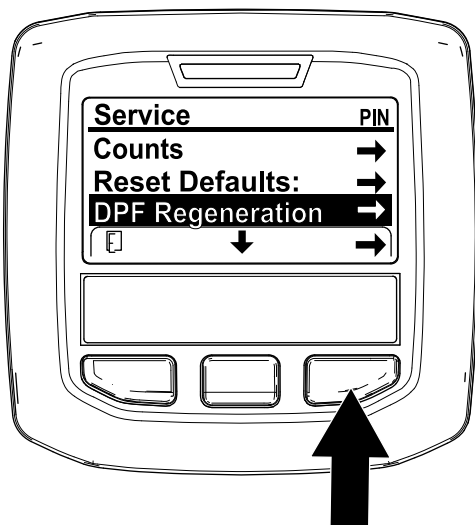

Figura 39
1. Acceda al menú Service (Servicio), pulse el botón central para desplazarse hacia abajo, hasta la opción DPF REGENERATION (Regeneración de DPF) (Figura 39).
2. Pulse el botón derecho para seleccionar la opción DPF Regeneration (Regeneración de DPF) (Figura 39).